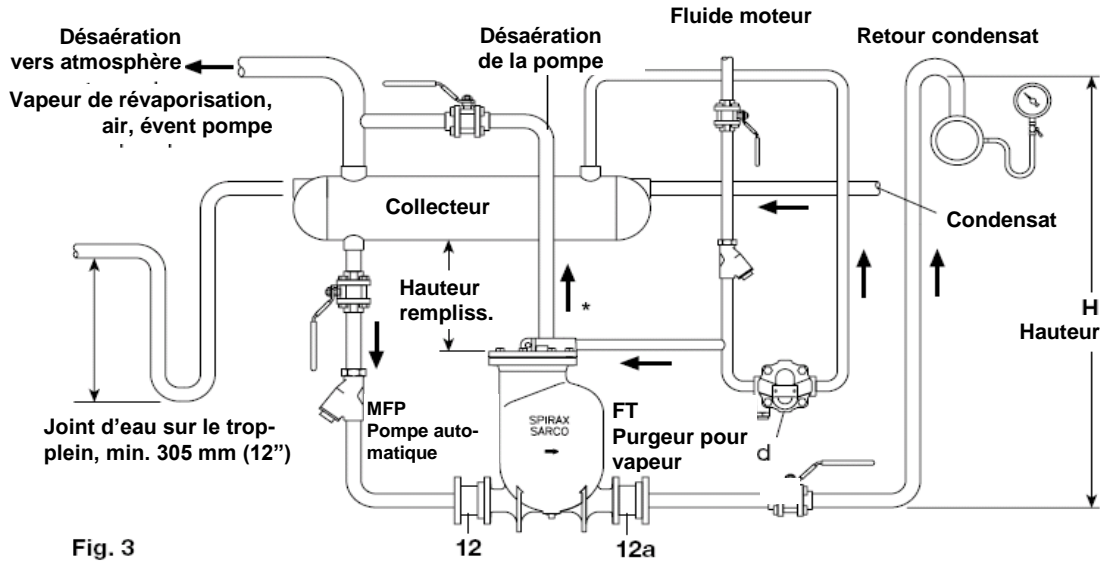

Fig. 3
1. Installer la pompe en dessous de l'appareil à purger, l'échappement dirigé verticalement vers le haut. Assurer la hauteur de charge recommandée comme indiqué à la fig. 3 (distance verticale entre le sommet de la pompe et le dessous du collecteur). Pour d'autres hauteurs de charge, consulter l'abaque de débit.
3. Monter les clapets de non-retour (12) et (12a) sur la pompe en veillant qu'ils soient montés en sens d'écoulement correct. Serrer les boulons des brides jusqu'à 76-84 Nm. Les parties de tuyauterie horizontales, amont et aval des clapets de non-retour doivent être les plus courtes possible. Raccorder la décharge de la pompe au réseau de retour condensat.
Le volume du collecteur, au-dessus de la hauteur de charge, doit être suffisant pour recueillir le condensat qui s'amène pendant la phase de refoulement. Le collecteur peut être constitué soit par un réservoir, soit par une longueur de conduite à grand diamètre. Si nécessaire, le collecteur peut être muni d'un siphon de trop-plein assurant un joint d'eau de 305 mm au minimum (voir fig.3).